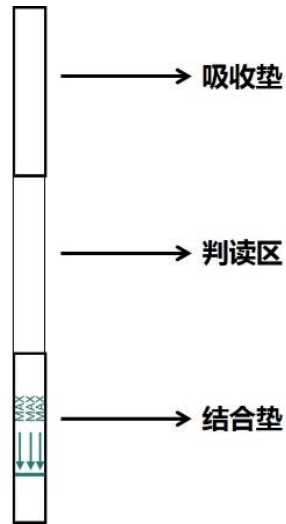

图 1. 一次性核酸检测试纸条结构示意图
1. 根据检测样品数量取出相应数量的试纸条，并在吸收垫（图 1）上做好标记。每根试纸条只能用于单次、单个样品的检测。扩增产物体积为 50~100 $\mu$ L 时，可直接在 200 $\mu$ L PCR 反应管中检测核酸产物，产物体积不足 50 $\mu$ L 时，需在 PCR 管内加超纯水补足体积至 50 $\mu$ L，吸打混匀后，才能进行检测。
2. PCR、RPA 或 RAA 反应结束后，打开 PCR 反应管，将试纸条结合垫端（箭头端）插入 PCR 反应管（图 1），液面不得超过结合垫最上端，待判读区全部浸润（约需 1~2min，外界环境温度较低时，如冬季，会降低吸水速度，判读区浸润时间将会延长），待质控线（C 线）显色后，可以将试纸条拿出。根据试纸条显色情况直接读取检测结果。